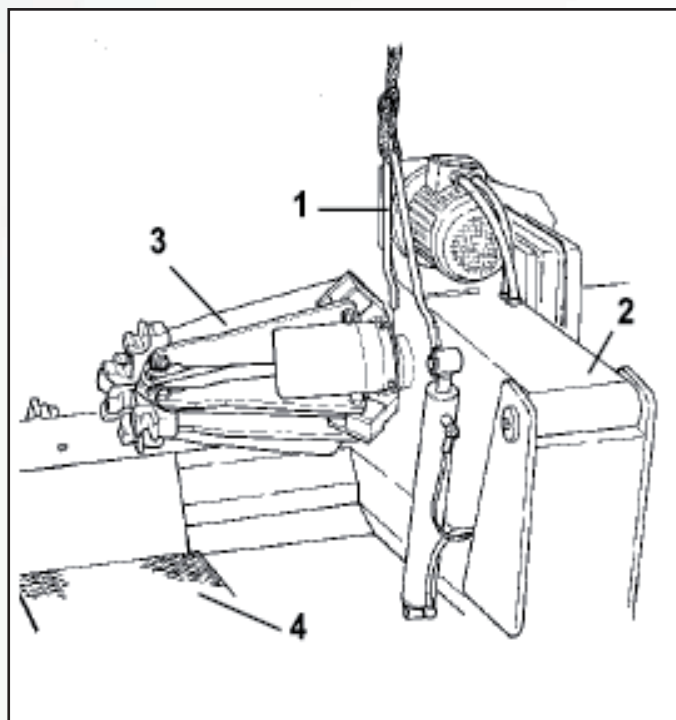

Рисунок 33
(на станде для транспортировки установлена вилка 1 (рис. 33).
1) Опустите вниз до конца кронштейн самоцентрирующейся цапги 2 (рис. 33).
2) Полностью сложите кронштейны цапги 3 (рис. 33).
3) Каретку 4 (рис. 33) до упора подведите к кронштейну.